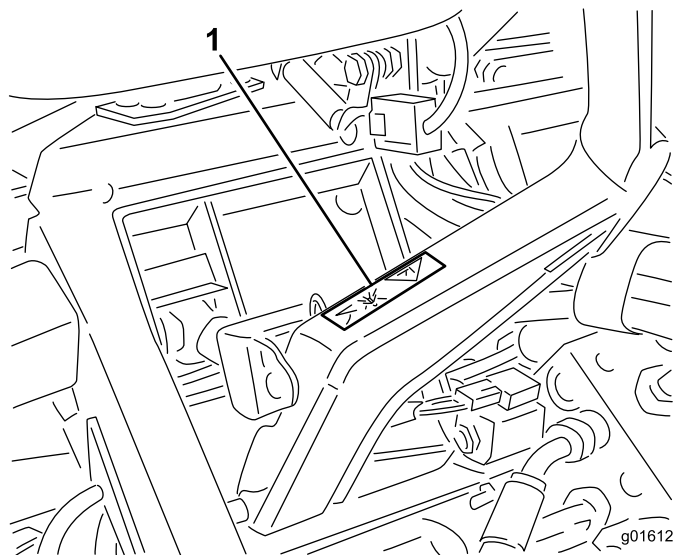

Bild 10
15. Bringen Sie das dem Set beiliegende Schild in der Nähe der Spindel an (Bild 10).